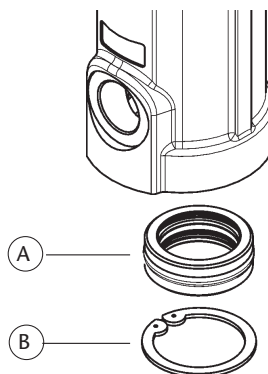

Fig. 11
VÁLVULA INFERIOR (FIG. 11, FIG. 12)
1. Seguir os procedimentos de manutenção do motor de ar até ter retirado o pistão (C) do corpo do motor.
2. Retirar o anel de segurança (B) e o conjunto de vedação (A) (fig. 11) do corpo do motor de ar. Substituir as peças se danificadas.